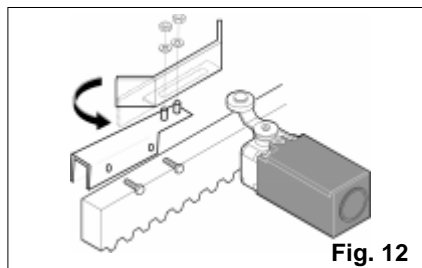

Fig. 12
L'opérateur est équipé d'un fin de course mécanique à levier avec galet qui, après l'actionnement du levier par la plaquette métallique, commande l'arrêt du mouvement du portail (fig.12).
N.B.: Les plaquettes métalliques sont prévues pour une fixation éventuelle au moyen de vis (fig.12). Mettre en place et fixer le support en U sur la crémaillère. Monter et fixer la plaquette sur le support au moyen des écrous et rondelles fournis.
- a) La plaquette doit activer le fin de course sur la partie profilée comme indiqué fig.12.
- b) Pour éviter que la plaquette puisse dépasser le fin de course (freinage long), il est recommandé de redresser la partie d'extrémité profilée comme indiqué fig.12.